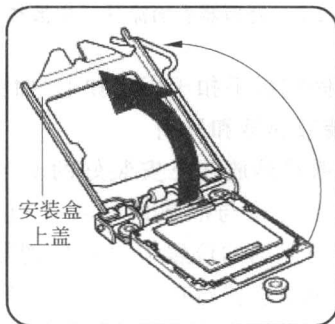

图 1-5 抬起安全盒盖
(3) 依箭头方向拉起固定扳手至安装盒上盖完全抬起,如图 1-5 所示。